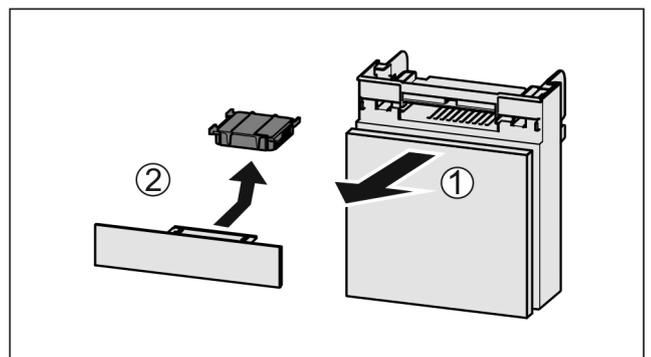

Fig. 146
- Extraire le compartiment par l'avant Fig. 146 (1).
- Sortir le filtre à charbon actif Fig. 146 (2).